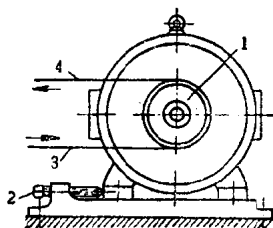
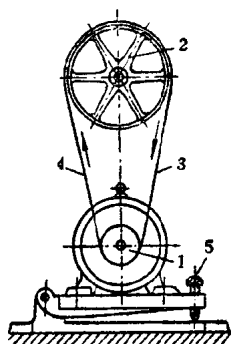

图6 水平传动中，调整中心距来拉紧皮带
图7 垂直传动中，调整中心距来拉紧皮带
(1) 当皮带轮中心距固定不变时, 使皮带的周长稍微小于皮带的几何长度 (即由中心距和皮带轮直径计算得出的皮带的理论长度), 这样皮带接好后套上皮带轮, 就可以在皮带中产生一定的初拉力。皮带松弛以后可以卸下皮带, 切去一些, 重新改接, 再套上皮带轮使用。这种方法只适用于平皮带, 不适用于三角皮带。
(2) 当皮带轮中心距可以变更时, 采取改变一个轴的位置来达到拉紧皮带的目的。图 6 表示在水平传动和接近水平传动中, 中心距的调整装置, 也就是把电动机装在滑轨上, 扭动调节螺钉 2 即可拉紧皮带。图 7 表示在垂直传动和接近垂直传动中, 中心距的调整装置, 电动机装在可摆动的平板上, 拧紧调节螺钉 5, 就可以拉紧皮带。